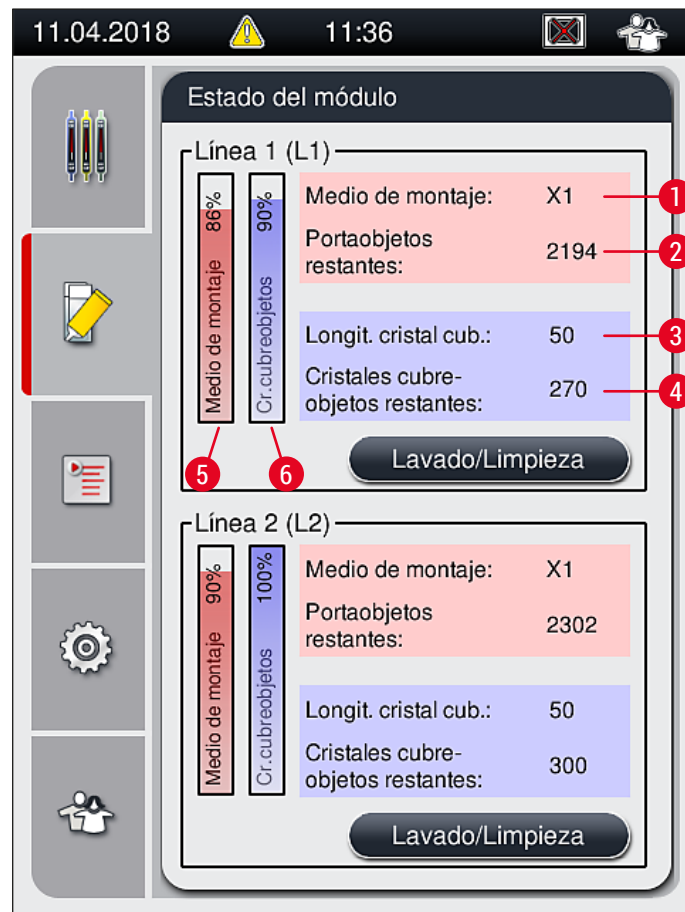

Fig. 22
7. El software del instrumento detecta las botellas de medio de montaje insertadas y se actualiza el Estado del módulo (→ Fig. 22).